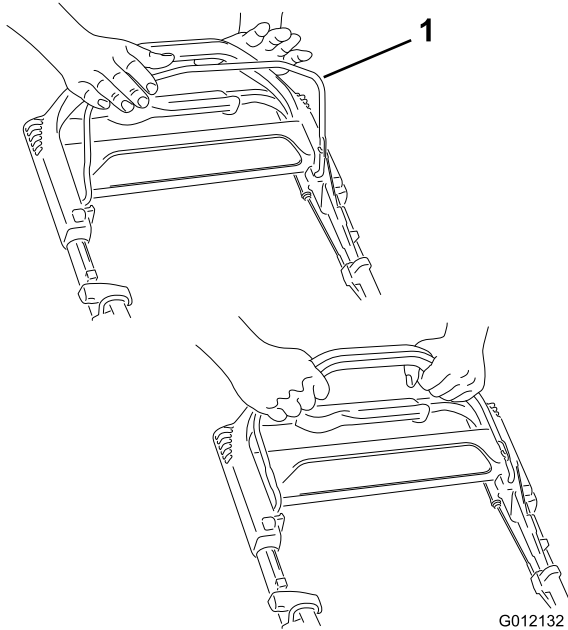

Figura 14
1. Sujete la barra de control de la cuchilla (Figura 14) contra el manillar.